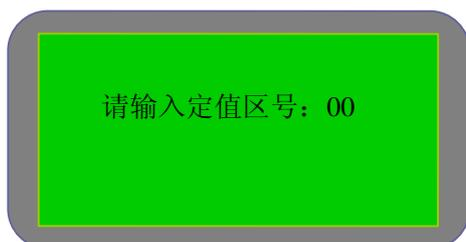
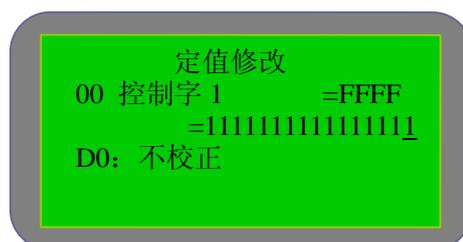

图 5-2-1A
图 5-2-1B
- 1) 定值修改：在“定值”菜单中选择“定值修改”进入定值修改界面，如图 5-2-1A，用户可输入定值区号，输入方法如下：用下划线“\_”标注编辑位，编辑位的值可通过按“上移”键或“下移”键改变。输入结束后按“确认”键确认。（其它数据的输入方法与此相同，此处不再一一说明）。定值区号输入确认后进入各定值修改界面，如图 5-2-1B 所示，通过按“上移”键或“下移”键修改各定值。按“退出”键回到定值菜单。